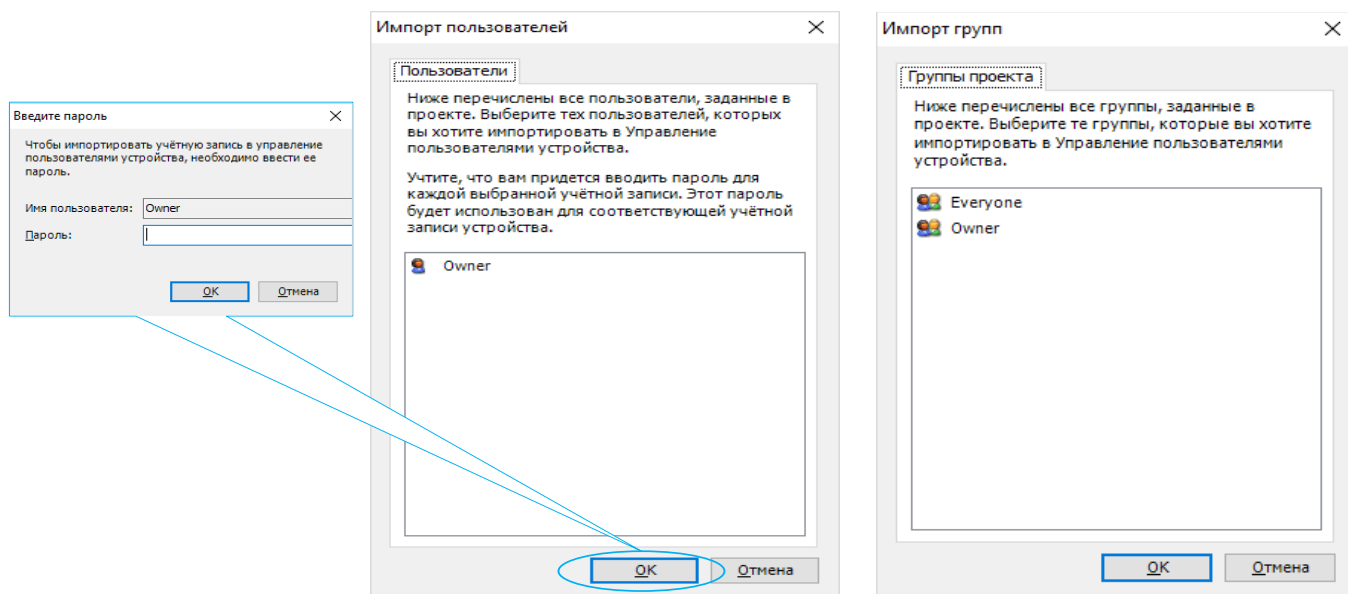

Рисунок 266 – Диалоговые окна импорта пользователей/групп
- для импортирования **Пользователей / Группы**, заданных в проекте, нажмите кнопку  **Импорт...** (**Импорт...**, в соответствующем списке), всплывет диалоговое окно **Импорт пользователей / групп** (Рисунок 266). Выберите **Пользователей / Группы** и подтвердите нажатием кнопки **ОК**. В целях безопасности все импортируемые учетные записи пользователей переносятся с пустыми паролями.